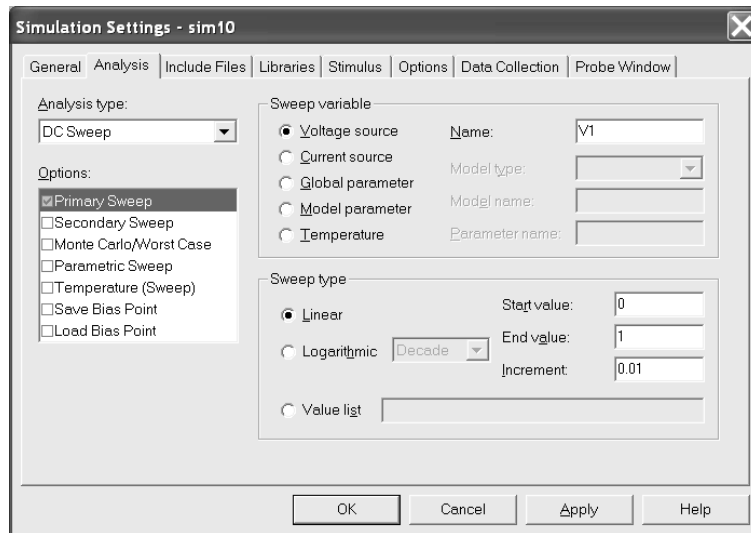

Figura 5.5. Fereastra de setare a analizei în c.c.
2. În fereastră selectați opțiunea *DC Sweep* din secțiunea *Analysis Type*, ca în figura 5.5.